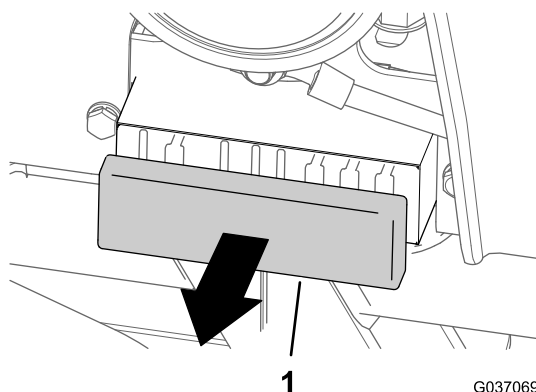

Figura 24
1. Retire la tapa del bloque de fusibles (Figura 24).